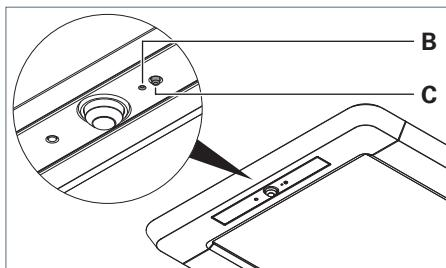
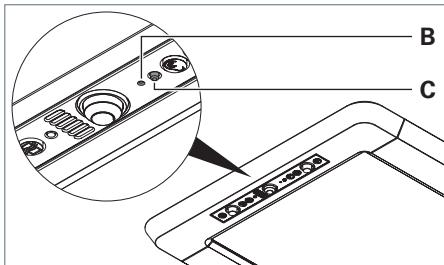

Fig. 20 : Apprentissage de l'élément de commande, modèle R.
Fig. 21 : Apprentissage de l'élément de commande, modèle RX.
- ▶ Appuyez sur la touche dans l'ouverture **B** avec l'extrémité d'un trombone courbé, voir Fig. 20 et voir Fig. 21.
- ▶ Appuyez sur la touche **C**, voir Fig. 20 et voir Fig. 21.
- ▶ Appuyez sur la touche **C** et maintenez-la enfoncée, voir Fig. 20 et voir Fig. 21.